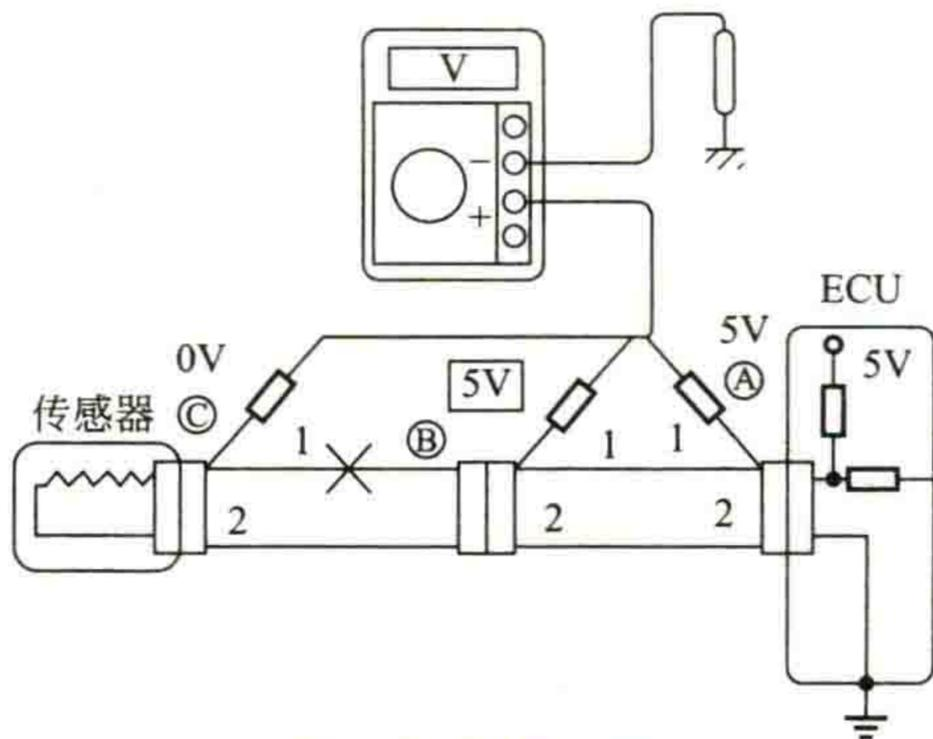

图 1-8 测量电压
(5) “检查电压”的方法 如图1-8所示,在ECU连接器端子加有电压的电路中,可以用“检查电压”的方法来检查断路故障。在各连接器接通的情况下,ECU输出端子电压为5V的电路中,如果依次测量连接器(A)的端子1、连接器(B)的端子1和连接器(C)的端子1与车身(搭铁)之间的电压,测得的电压值分别为5V、5V和0V,则可以判定:在(B)的端子1与(C)的端子1之间的配线有断路故障。